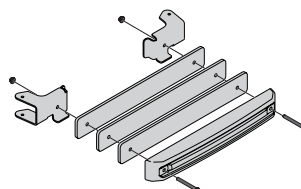

Figura 30
2. Sujete la pesa y tres platillos de pesar a los soportes de colgador de pesas con dos tornillos de cabeza hexagonal de 3/8" (710-3085) y dos tuercas (712-04065) como se muestra en la Figura 30.